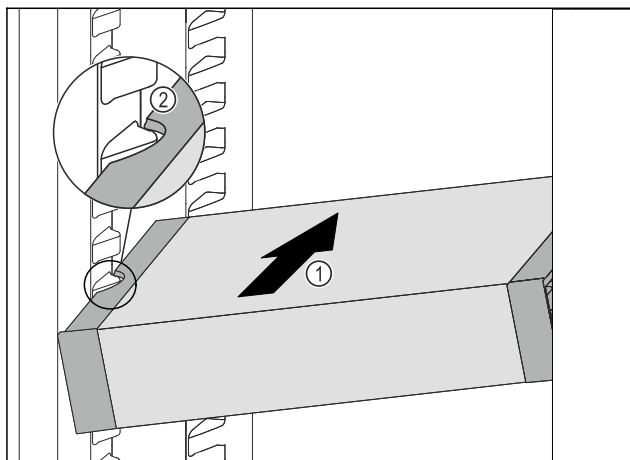

Fig. 93
- ▶ Вдвигайте VarioSafe под наклоном в холодильное отделение Fig. 93 (1), пока боковые выемки Fig. 93 (2) VarioSafe не окажутся на высоте выступа резервуара в холодильном отделении.